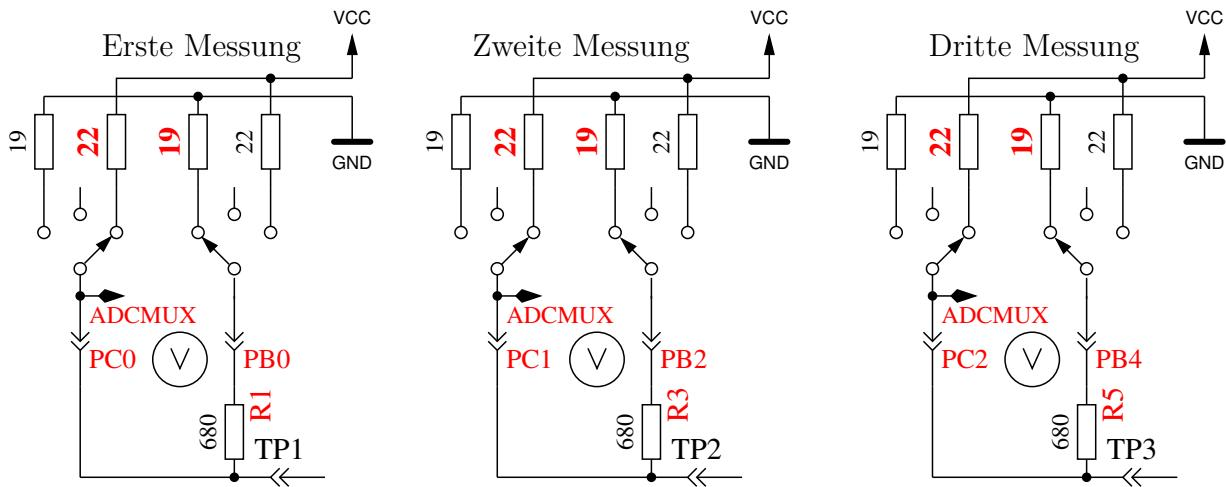

Abbildung 5.67. Messung des Innenwiderstandes des auf VCC geschalteten Port-C-Ausgängen.
9. Messung des Innenwiderstandes von auf VCC geschalteten Port-Ausgängen. Der benötigte Strom wird von auf GND geschalteten 680Ω -Widerständen geliefert. Es ist die gleiche Messung wie die in Test 8 zur anderen Seite, wie in Abbildung 5.67 gezeigt wird. Der Innenwiderstand wird wie folgt berechnet: $(5001 - (\text{Ergebnis von Test 8}) - (\text{Ergebnis von Test 9})) / 680$. Die Widerstandswerte ergeben sich, wenn die gemessene Spannung durch diesen Strom dividiert wird. Das Ergebnis für diesen Test wird dann in Zeile 1 mit dem Text „RI_Hi=“ in Ω angezeigt, der Innenwiderstand zur GND-Seite wird in Zeile 2 mit dem Text „RI_Lo=“ angezeigt. Diese Werte werden ab Software-Version 1.06k bei jeder Messung neu bestimmt und hier nur dargestellt.